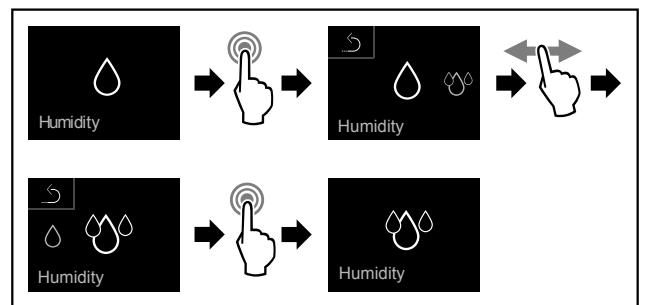

Fig. 69
- ▶ Suorita toimenpidevaiheet (katso Fig. 69).